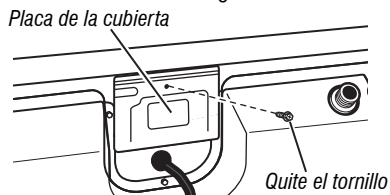

Figura 2: Retire la placa de la cubierta
2. Retire la placa de la cubierta de la parte superior central, del lado posterior de la secadora. Consulte la Figura 2.